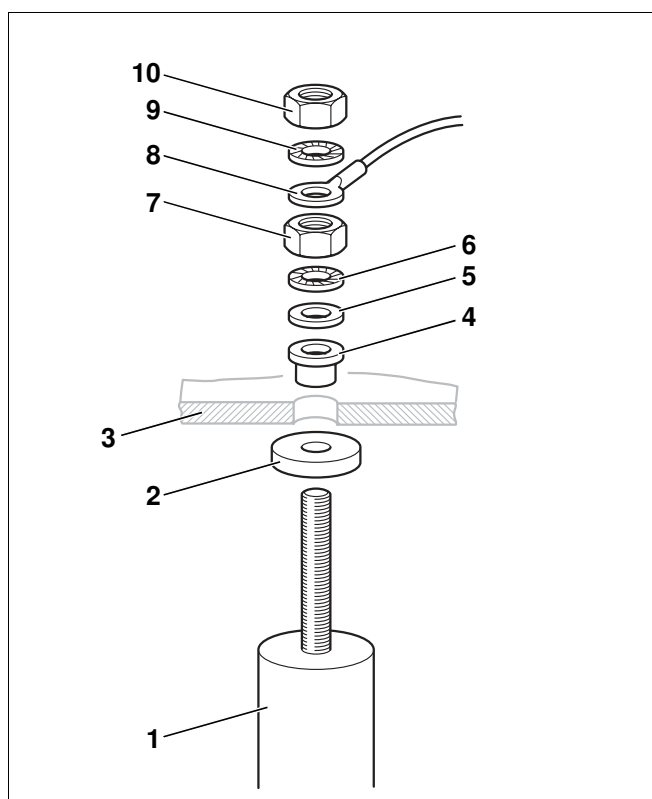

Рис. 15 Замена магниевого анода
- Проверить износ магниевого анода (рис. 15, **поз. 1**). Заменить анод, если его диаметр уменьшился примерно до 15 – 10 мм.
- Отвернуть гайку M8 (рис. 15, **поз. 10**), чтобы освободить ушко заземляющего провода (рис. 15, **поз. 8**).
- Отвернуть гайку M8 (рис. 15, **поз. 7**).
- Снять крышку люка (рис. 15, **поз. 3**) с магниевого анода (рис. 15, **поз. 1**).